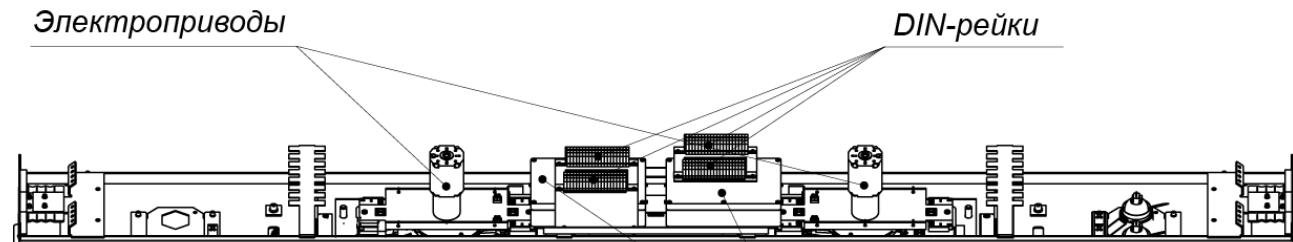

Рисунок 3. Вид балки привода турникета PERCo-RTD-20.1 без крышки
В модификации турникета **PERCo-RTD-2.1** в исполнительных механизмах применены электроприводы роторов (см. рис. 3). Электропривод в режиме *однократного прохода* после начала прохода через турникет и поворота вручную ротора на угол  $>12^\circ$  автоматически доворачивает ротор в том же направлении до исходного (закрытого) положения ротора. В режиме *свободного прохода* электропривод включается только для торможения створок около исходного положения.
**Блок управления** (см. рис. 3 и 4) каждого ИУ выполнен в виде отдельной платы в закрытом пластиковом корпусе. Он осуществляет управление ИУ в соответствии с алгоритмом и поступающими командами управления.
Для удобства подключений все внешние соединения блока управления выведены на DIN-рейку (см. рис. 3 и 4, табл. 1), расположенную на кронштейне над блоком управления внутри балки привода. Подводка кабелей от внешних устройств к DIN-рейкам возможна двумя способами: